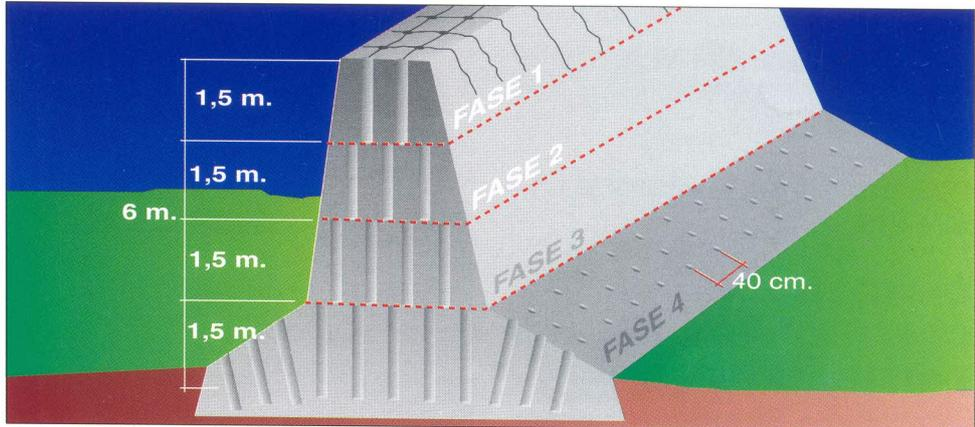

fig 2
Este procedimiento es el más económico y el más utilizado. Barrenaremos agujeros en filas horizontales (B) con un ángulo entre 45 y 60 grados, encontrándonos con caras libres en ambas partes.(fig. 2)
Se barrena por secciones y tal y como va aumentando la superficie a barrenar, aumentamos proporcionalmente el número de perforaciones. (fig.2)